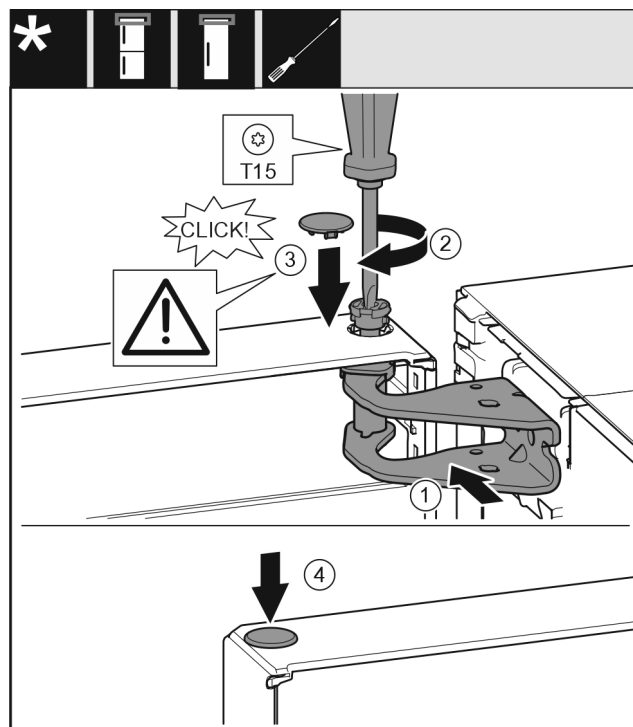

Fig. 23
- ▶ Выровняйте дверь вверх по отверстию в опорном кронштейне. Fig. 23 (1)
- ▶ Вставьте палец Fig. 23 (2) и затяните отверткой.
- ▶ Установите предохранительную крышку Fig. 23 (3) для защиты двери: вставьте предохранительную крышку и проверьте, прилегает ли она к двери. В ином случае вставьте палец полностью.
► Вставьте заглушку Fig. 23 (4).